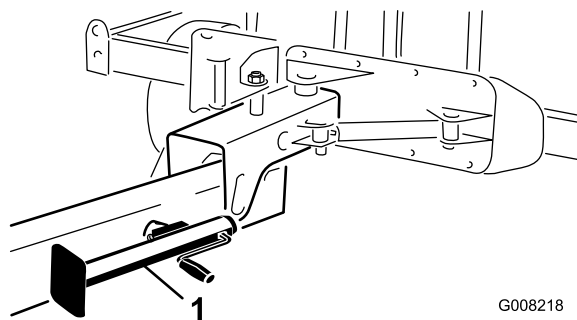

Figura 19
4. Sollevare il cavalletto e fissarlo in posizione di rimessaggio (Figura 19).